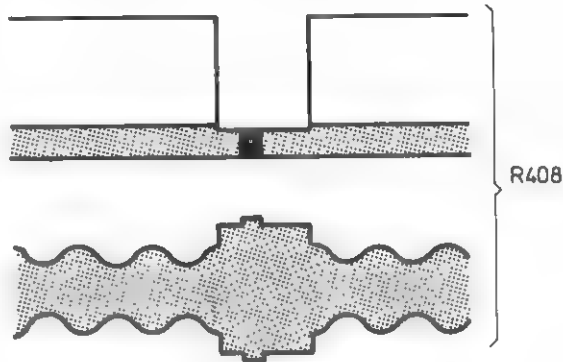

Fig. 12
- Stel R408 zodanig in, dat maximale interferentie ontstaat gedurende het witte gedeelte in het videosignaal (zie fig. 12).